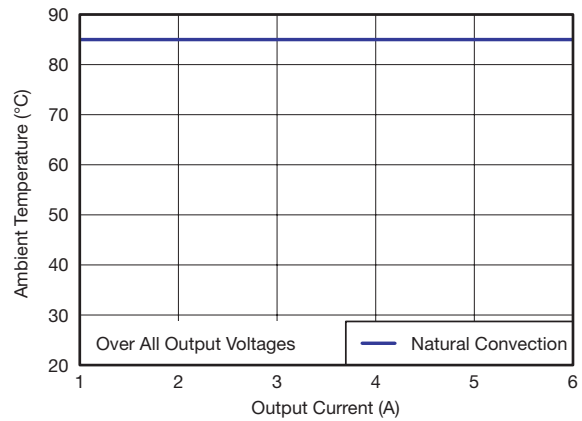

図 4. 安全動作領域
- (2) 温度デレーティング曲線は、内部コンポーネントの温度がメーカーの指定した最高動作温度以下になる条件を表します。このデレーティング制限は、1オンスの銅を使用した、100mm × 100mmの両面PCBに直接半田付けされたデバイスに対して適用します。図4に対して適用されます。